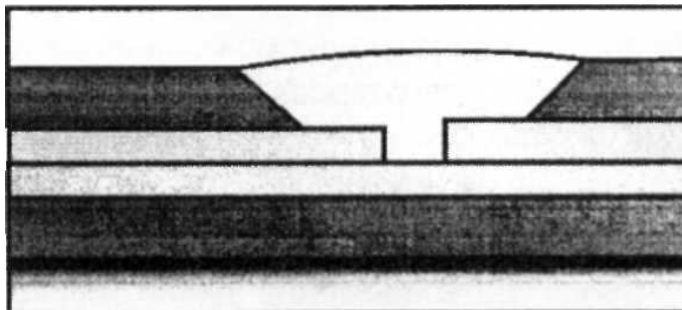

Рисунок 25 – соединение конвейерной ленты
5.11.4 Наложить необходимое количество сырой резины на верхний стык (Рисунок 25).